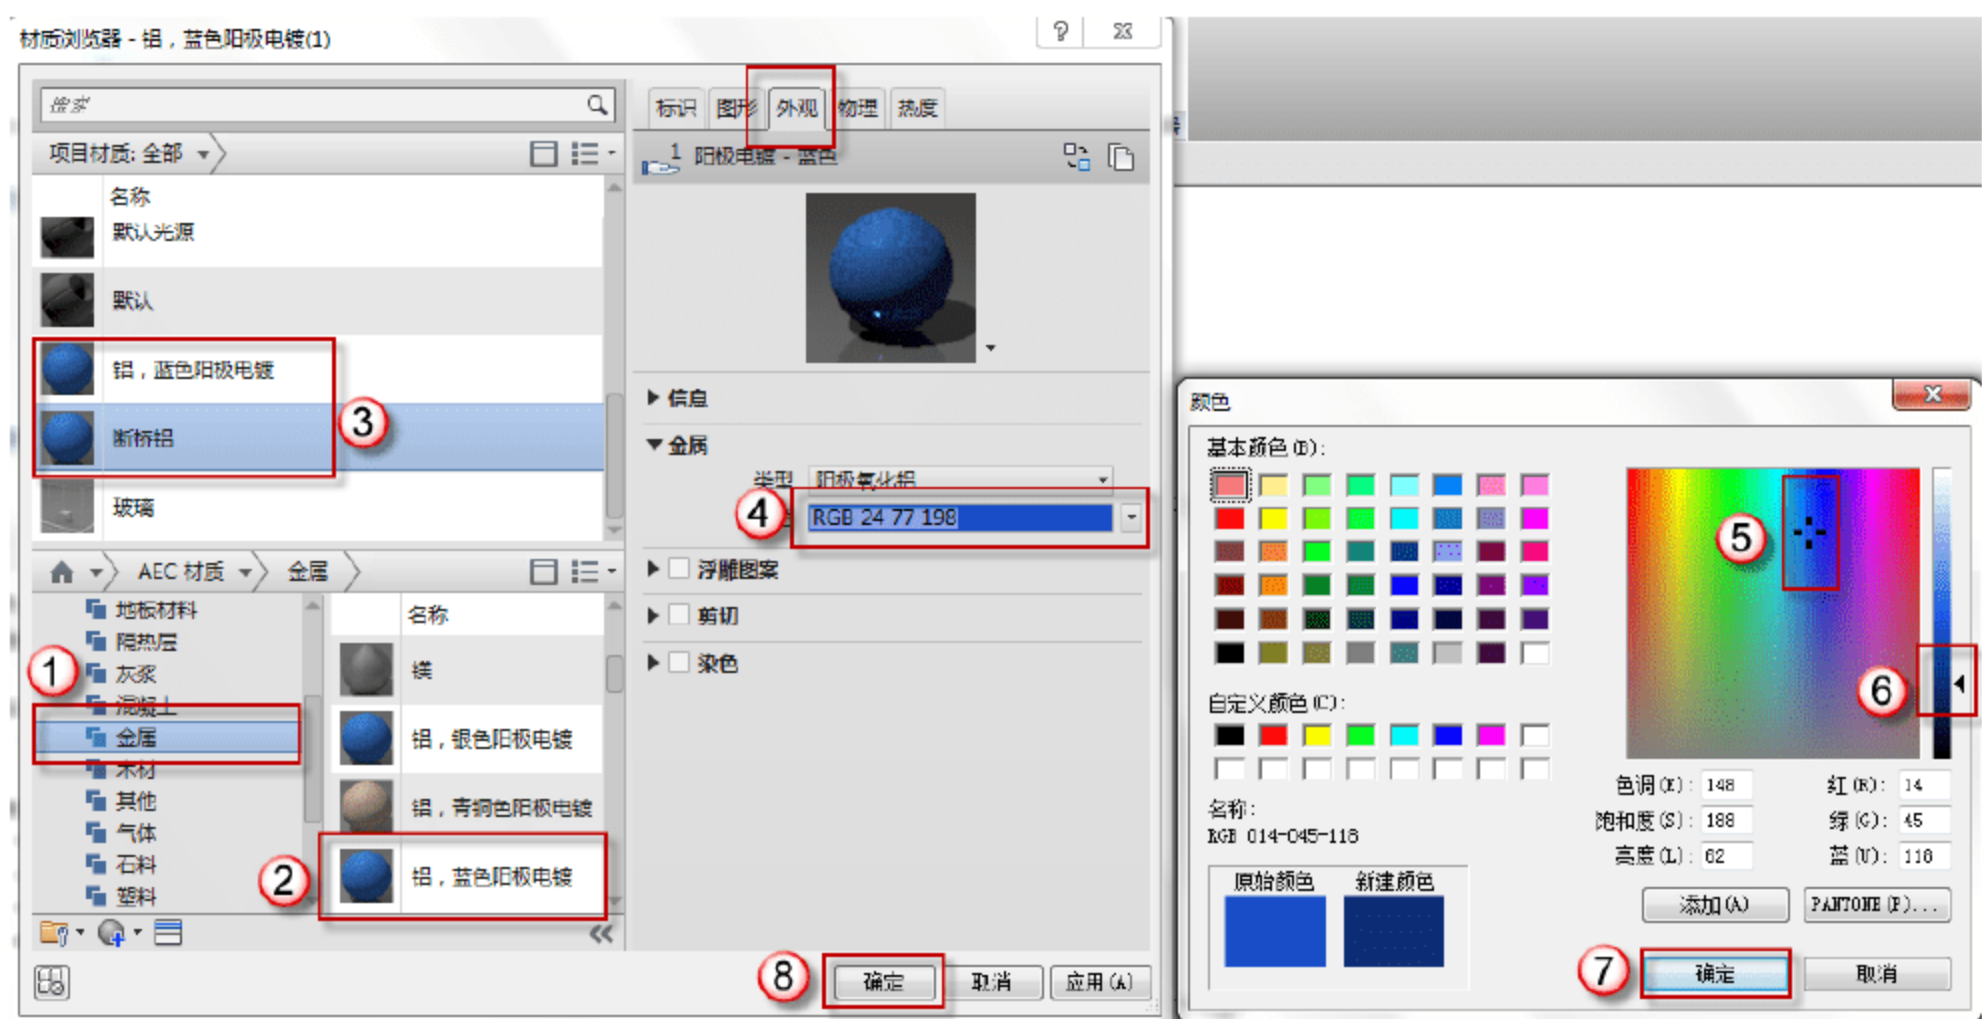

图 6.1.107 添加“断桥铝”材质
(27) 添加“断桥铝”材质。单击“族类型”按钮，弹出“族类型”对话框，单击“材质和装饰”栏“门窗玻璃材质”右侧的“<按类别>”按钮，弹出“材质浏览器”对话框，选择“主视图”→“ACE 材质”→“金属”→“铝，蓝色阳极电镀”选项，右击“铝，蓝色阳极电镀”材质将其添加到“收藏夹”。复制“收藏夹”中的“铝，蓝色阳极电镀”材质，将其重命名为“断桥铝”。选择“断桥铝”，在右方的“外观”标签下，选择颜色，将颜色改为更深的蓝色。单击“材质浏览器”对话框中的“确定”按钮，如图 6.1.107 所示。重复本次操作，为“材质和装饰”栏“门窗框材质”添加“断桥铝”材质。